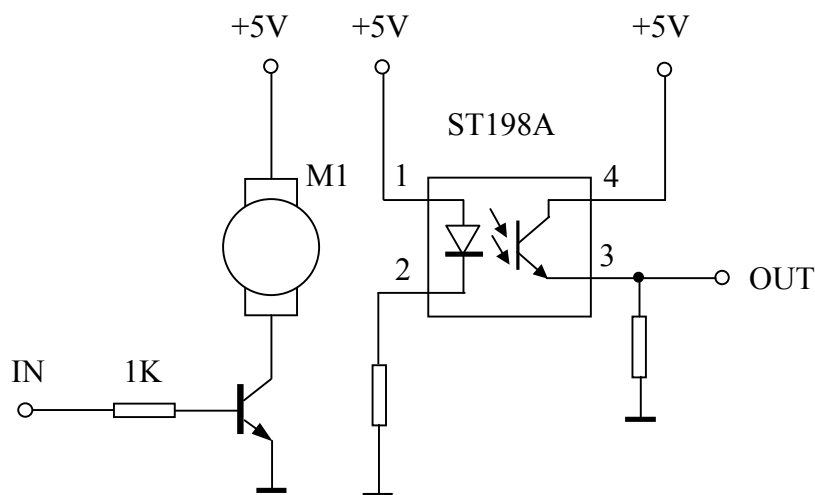

图 2-1
- (1)硬件部分实验系统或 8051 实验系统和 RF-300C 电机模块;
- (2)RF-300C 电机模块包括一个微型直流电动机、速度检测元件及驱动元件,见图 2-1。